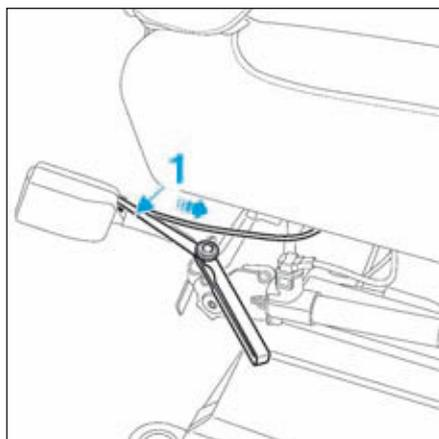

FIG.8
- Débrancher le contacteur (1) d'absence de ceinture de sécurité (Fig.8).